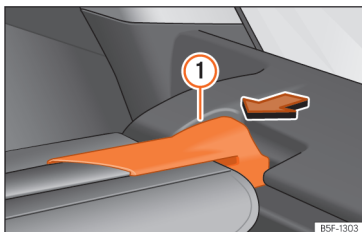

Fig. 180 Na bagageira: desmontar a chapeleira.
- Pressione o suporte da chapeleira » » Fig. 180 ① no sentido da seta.
- Encaixe o suporte da chapeleira » » Fig. 180 ① no alojamento do outro lado.